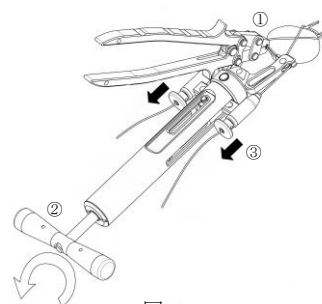

図12
- 5) ①クリンパーS・2穴を使用し、クリンパーのストッパーまで確実に握り、スリーブ部を圧着します。
②圧着後、ケーブルテンショナーを取り外します。ハンドルを左回転させ初期位置まで戻します。
③ケーブルホルダー部のつまみを引き、ケーブルテンショナーを取り外します。(図12)